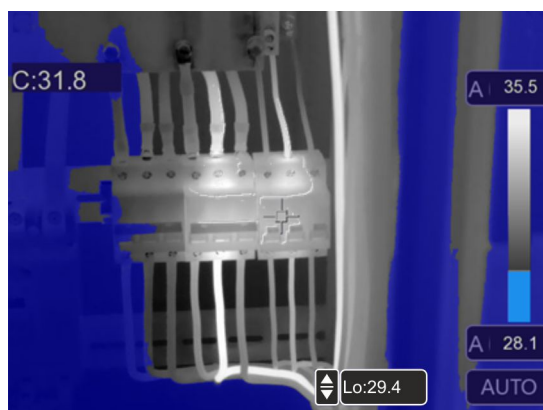

Fig. 41: Selezione isoterma Allarme sotto Temp.
7. Toccare il campo "Lo" nella parte bassa del display e usare i tasti freccia ▲ o ▼ per impostare il valore della soglia di temperatura **minima** al di sotto della quale lo strumento mostra i punti dell'immagine in colore blu e in grigio i restanti punti (vedere Fig. 41)